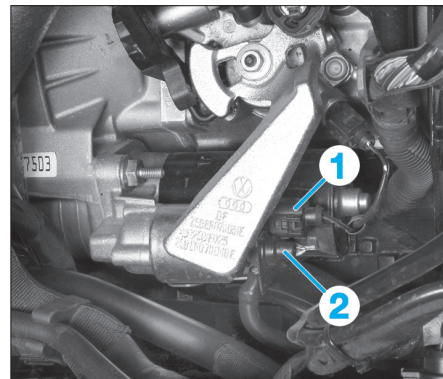

FIG. 14
- Débrancher le connecteur (1) (Fig.14).